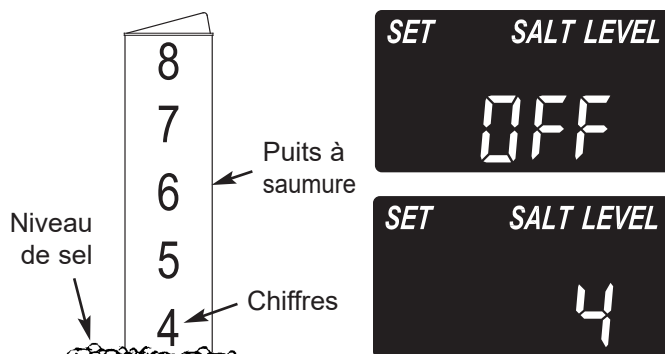

FIG. 24
- L'échelle de niveau de sel, sur le puits à saumure situé à l'intérieur du réservoir, comprend des chiffres de 0 à 8 (voir figure 24). Repérez le chiffre le plus élevé ou le plus près du sel égalisé.